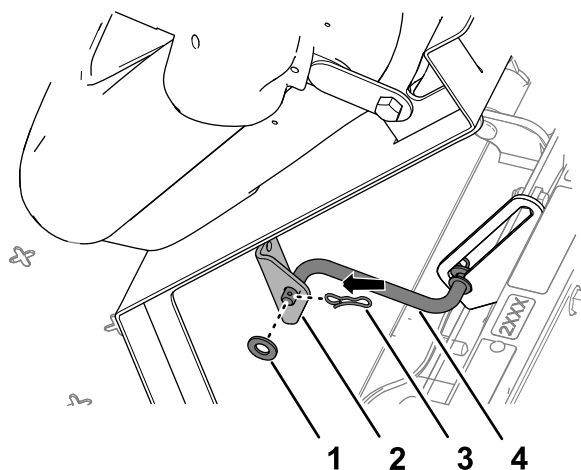

Figura 221
5. Sujete la varilla de sujeción al soporte del asiento con una arandela y una chaveta (Figura 221).